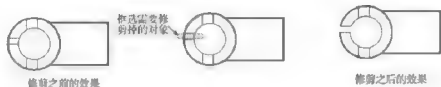

图 4-43
(3) 窗交(C) 参数选项: 主要作用是使系统以窗交的方式选择被修剪的对象, 如(图 4-43)。